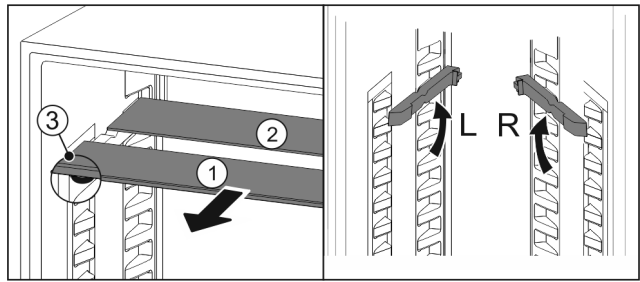

Fig. 99
- ▶ Посуньте Fig. 99 (1) скляну панель вперед.
- ▶ Скляна панель Fig. 99 (1) з декоративною планкою лежить спереду.
- ▶ Стопори Fig. 99 (3) показують вниз. Пристрої з морозильною камерою:\*